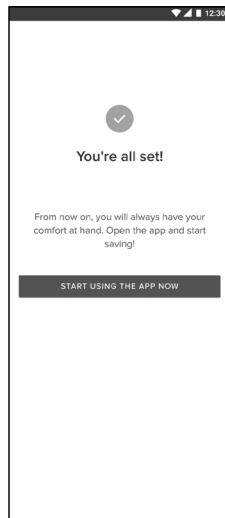

FIG. 9
- Alegeți un nume pentru instalație și sunteți gata! (FIG. 9)